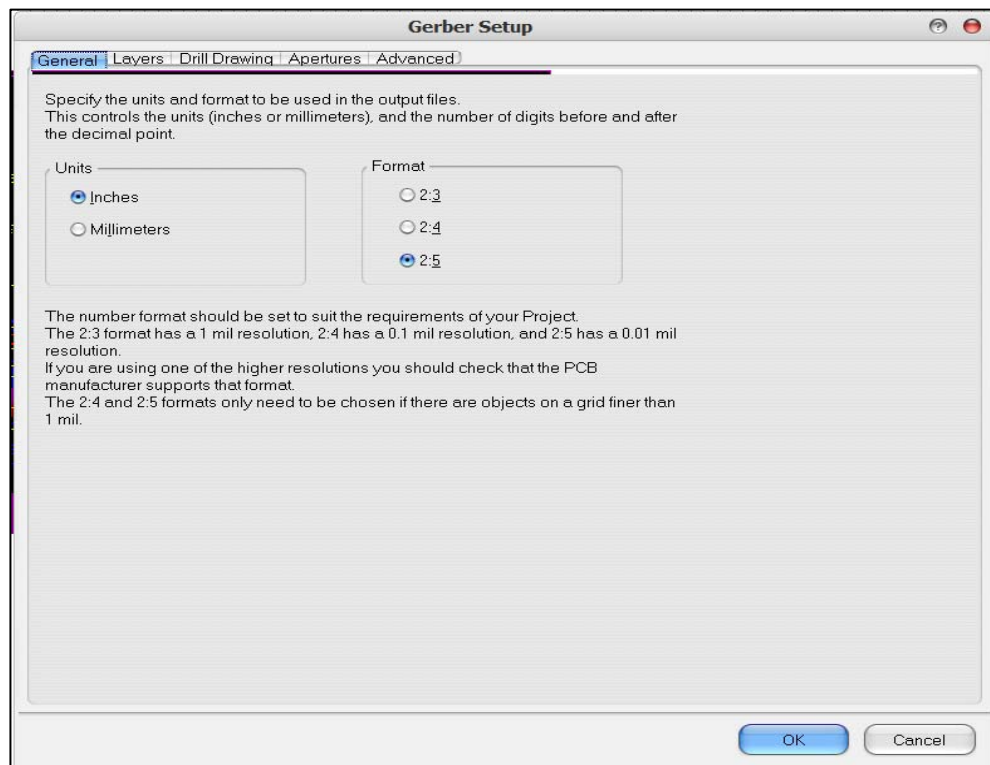

图12-10 Gerber普通项设置
2. 在普通**General**标签下面（图12-10），用户可以选择输出的单位是英寸还是米制，而在格式就有2: 3，2: 4，2: 5三种，这三种选择同样对应了不同的**PCB**生产精度，一般普通的用户可以选择2: 4，当然有的设计对尺寸要求高些，用户也可以选2: 5。